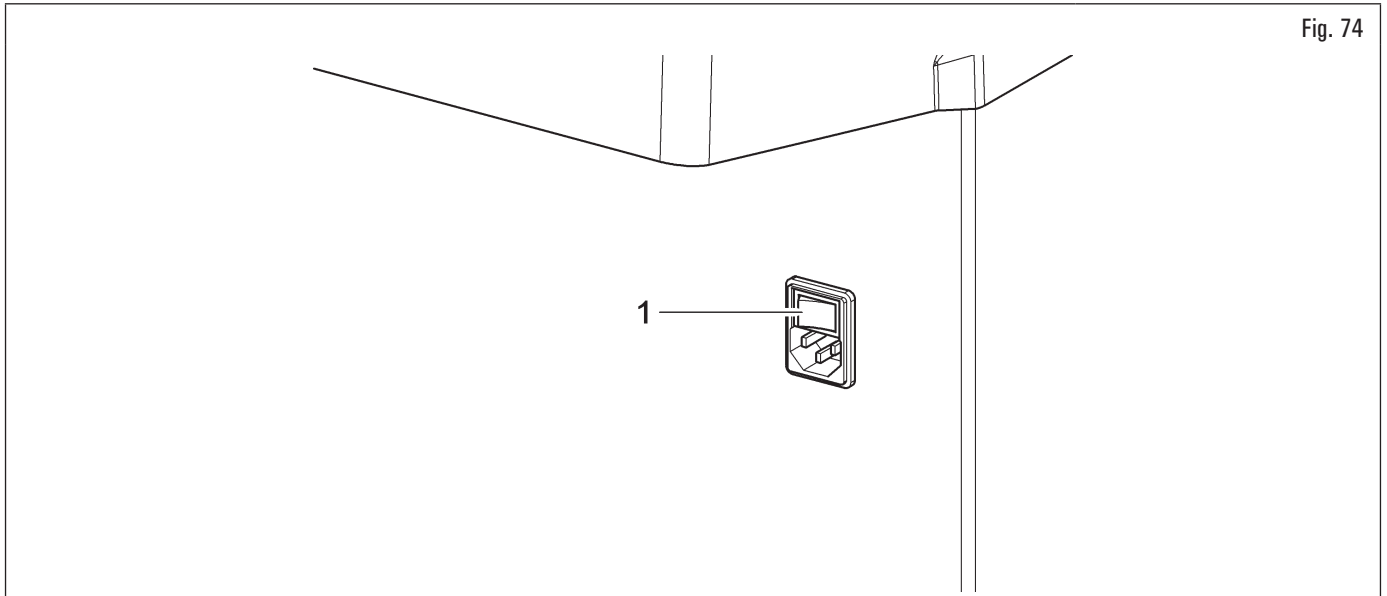

Fig. 74
Una vez efectuada la conexión toma/enchufe, accionar el equipo mediante el interruptor general (Fig. 74 ref. 1).
Poner el interruptor general en "ON" (Fig. 74 ref. 1), situado en la parte posterior/lateral (según modelos) del equipo.
Para apagar el equipo basta con poner el interruptor general en "OFF" (Fig. 74 ref. 1).